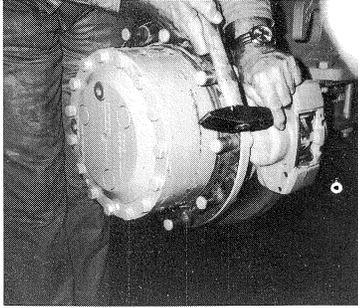

Bild 53
- (1) Rad abbauen.
- (2) Abdeckblech vom Bremssattel entfernen.
- (3) Oberen Haltestift mit Dorn austreiben (Bild 53).